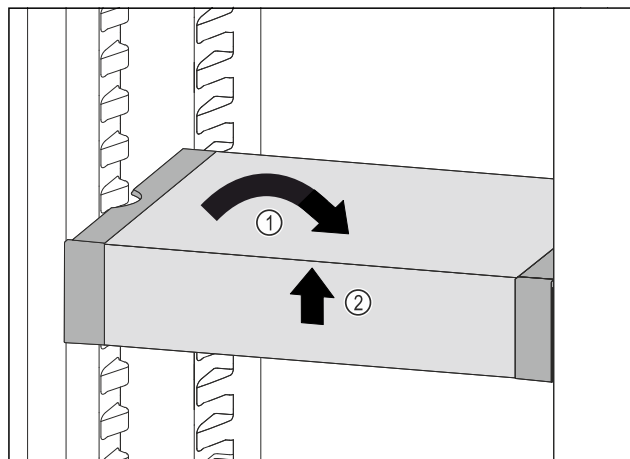

Fig. 115
- Placer VarioSafe lige. Fig. 115 (1)
- Løft VarioSafe op foran. Fig. 115 (2)